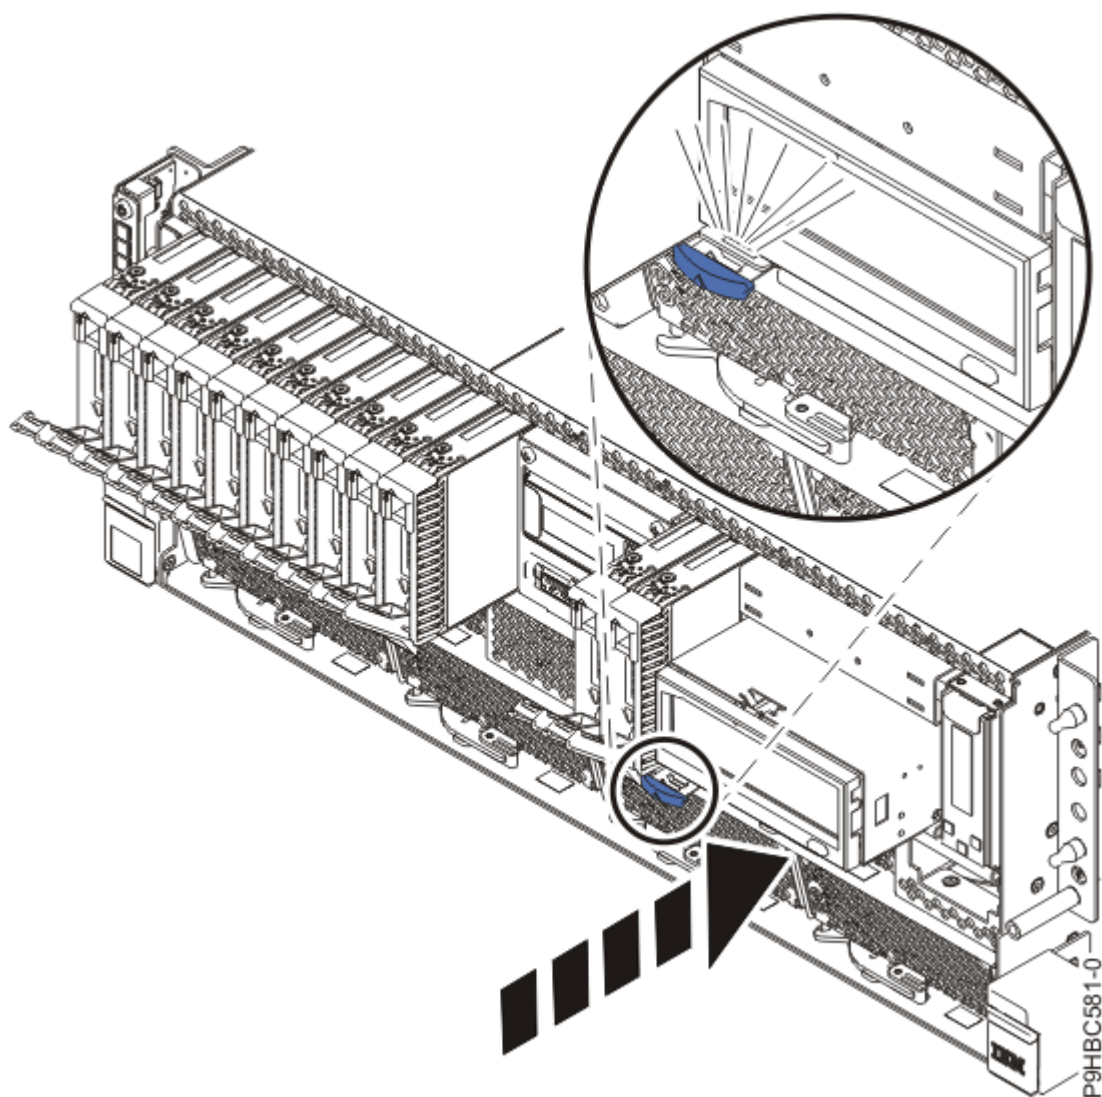

図 126. RDX ドッキング・ステーションの再取り付け
8. サーバーに RDX ドッキング・ステーションがある場合、その RDX ドッキング・ステーションが所定の場所にラッチで固定されるまで押し戻してシステムに入れます (131 ページの図 126 を参照)。